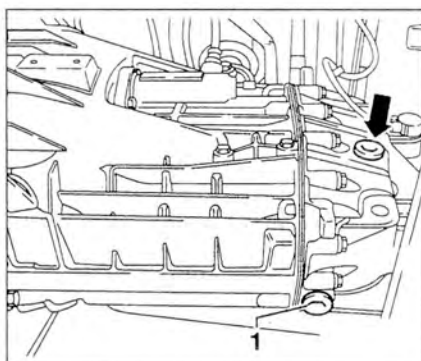

Рис. 5.23. Открутите пробку (стрелка) для проверки уровня масла.
- 1. Открутите пробку (стрелка) для проверки уровня масла (рис. 5.23). Правильно откорректированный уровень должен достигать нижнего края заливного отверстия. Вкрутите пробку (стрелка) и затяните до 60 Нм.
2. Открутите сливную пробку 1 и слейте старое масло (рис. 5.23).